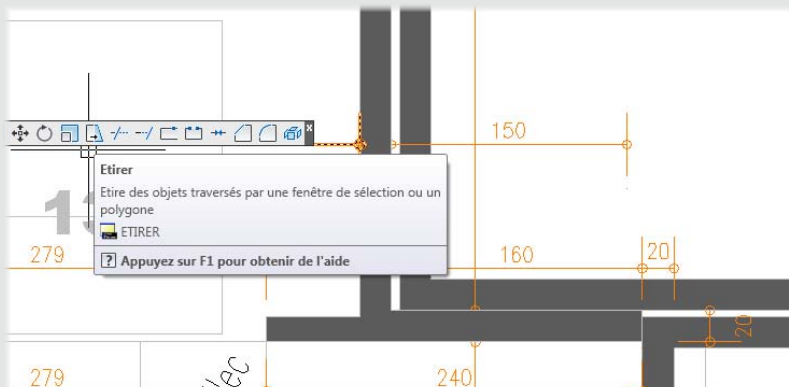

Figure 12
- Supposons maintenant que le projet évolue et qu'on doive agrandir le mur. Étant donné que nous avons au préalable choisi des hachures associatives à une polyligne, le mur peut être agrandi sans aucune difficulté. Sélectionnons l'outil Étirer (voir Figure 12).